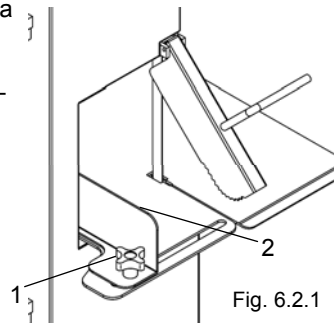

Fig. 6.2.1
6.2 - Regulaciones preliminares (fig. 6.2.1)